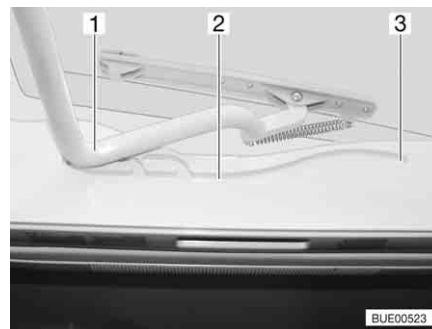

Bild 55 Heki-taklucka, spår
- Dra in bygeln (Bild 55,1) i spåren (Bild 55,2) till den bakersta positionen (Bild 55,3).
- Tryck bygeln (Bild 55,1) lätt uppåt med båda händerna.
- Drag bygel till önskad position i spåret (Bild 55,2).